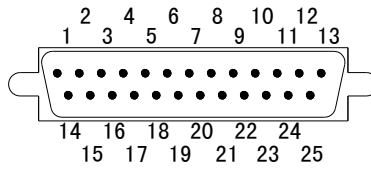

图 4.43 输入接口 7J2 (DB25 针)
(1) 所有输入口均为 NPN 型 0V 有效, 如外部设备为 PNP 型 24V 有效时需要加配 7 系列数控系统输入输出接口板 (PNP 转 NPN 型), 提供 10 路 PNP 信号转 NPN 信号 (x2.2, x2.0, x1.6, x1.4, x3.7, x3.5, x3.3, x3.1, x4.5, x4.6) 见图 4.43
(2) 表格中括号内的功能为出厂默认功能, 用户可自行通过 PLC 梯形图编程设置其管脚功能。